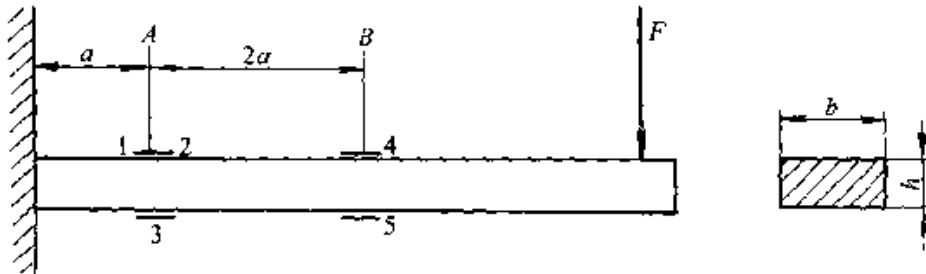

图 2 等截面悬臂梁示意图
1. 等截面悬臂梁(图 2)。截面尺寸 b 、 h 和贴片位置 a 已知，材料的弹件模量 E 已知。在 A 截面的上表面贴应变片 1 和 2。下表面贴应变片 3，在 B 截面的上、下表面贴应变片 4 和 5。各应变片均沿梁的轴线方向。